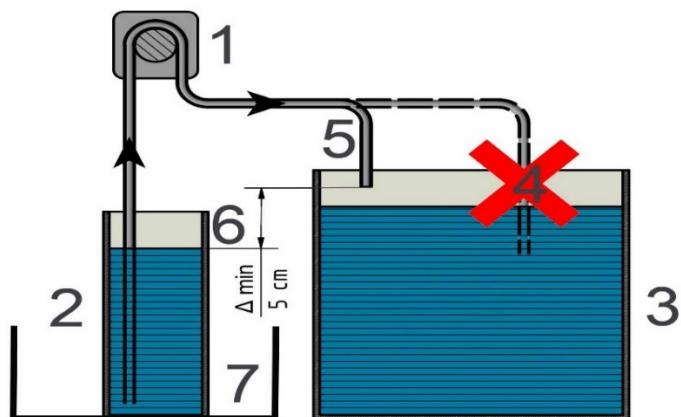

Abb. 1: Sicherheitshinweise:
Die Doserpumpen (1) sind selbstansaugend und müssen wie in Abb. 1 installiert werden. Nur so verhindert man ein Leerlaufen des Vorratsbehälters (2). Es empfiehlt sich, die Schläuche möglichst kurz zu halten (max. 2 m Wassersäule = 0,2 bar), der Schlauch auf der Saugseite muss aber bis zum Boden des Vorratsbehälters reichen (2). Um einen Rückfluss zu vermeiden, darf der Dosierschlauch nicht im Aquarienwasser hängen (4). Der Wasserstand im Vorratsbehälter (6) muss immer unterhalb des Dosierschlauchendes (5) sein. Der Wasserstand im Filter/Aquarium (3) spielt bei Beachtung dieser Hinweise keine Rolle.